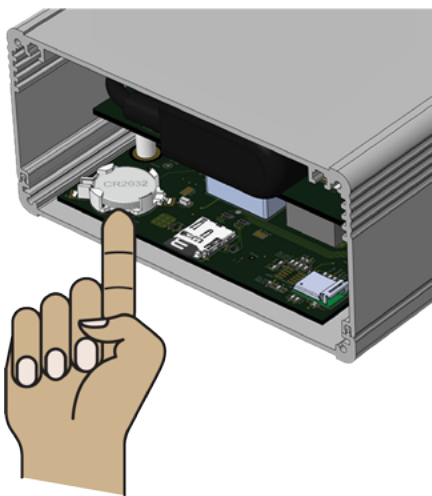

Abbildung 22: Knopfzelle entfernen
- Entfernen Sie die Knopfzelle, indem Sie sie an der Unterseite nach oben hebeln, sodass sie aus der Halterung springt. Siehe Abbildung 22 unten.